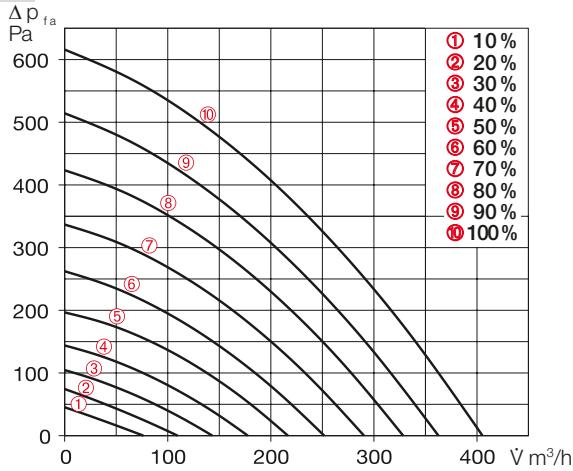
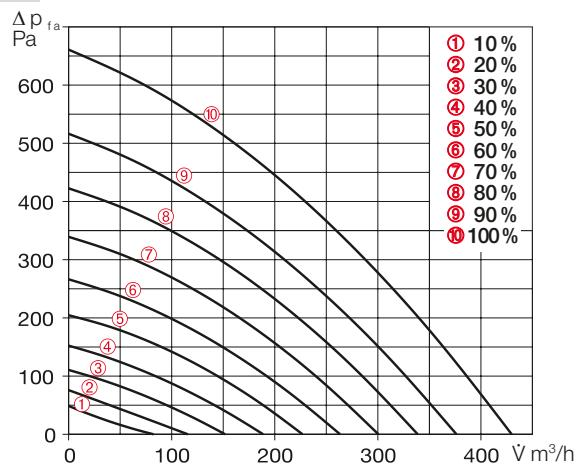
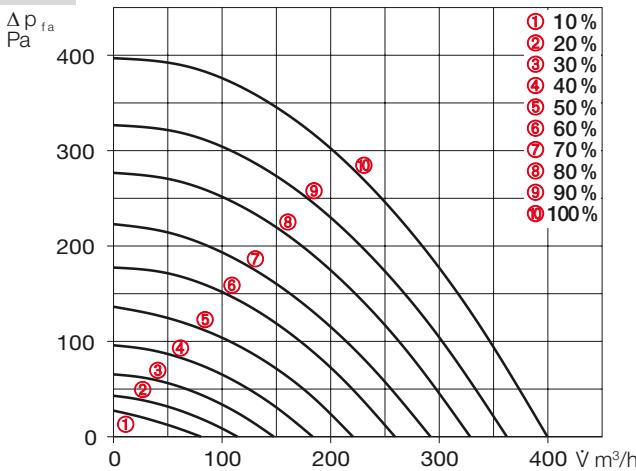
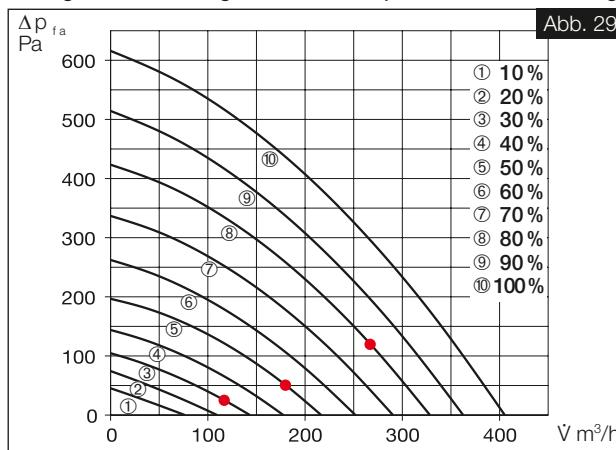

Abb. 23
Abb. 24
Abb. 25
Abb. 29
4. Die ermittelten Differenzdrücke der Zu- und Außenluftmessung in die Kennlinie des Gerätes für Zuluft (s. Abb. 23 und Abb. 25), entsprechend der im Lüftungsprofil hinterlegten Ventilatorleistungen, eintragen (vgl. Abb. 28 und Abb. 29).
5. Die ermittelten Differenzdrücke der Ab- und Fortluftmessung in die Kennlinie des Gerätes für Abluft (s. Abb. 24 und Abb. 26), entsprechend der im Lüftungsprofil hinterlegten Ventilatorleistungen, eintragen (vgl. Abb. 28 und Abb. 29).